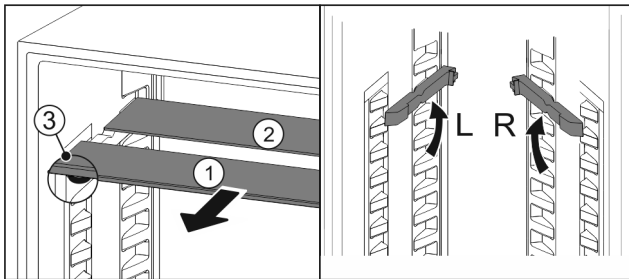

Fig. 118
- ▶ Glasplatten einzeln nach vorne herausziehen Fig. 118 (1).
- ▷ Glasplatte Fig. 118 (1) mit Zierleiste liegt vorne.
- ▷ Stopps Fig. 118 (3) zeigen nach unten.